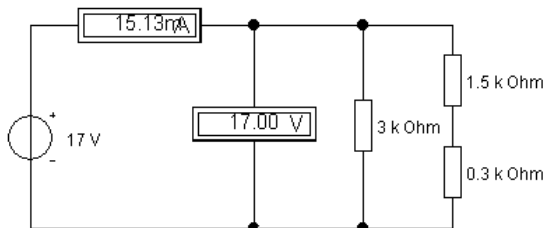

Рис. 2. Определение сопротивления нагрузки
2. Собрать схему, показанную на рис. 2. Пользуясь мультиметром, определить сопротивление нагрузки.